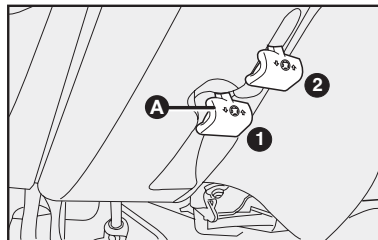

fig. 16
- 1) Desplace la palanca A hasta la posición 2-fig. 16.
- 3) Vuelva a poner la palanca en la posición 1-fig. 16 para trabar nuevamente el volante.